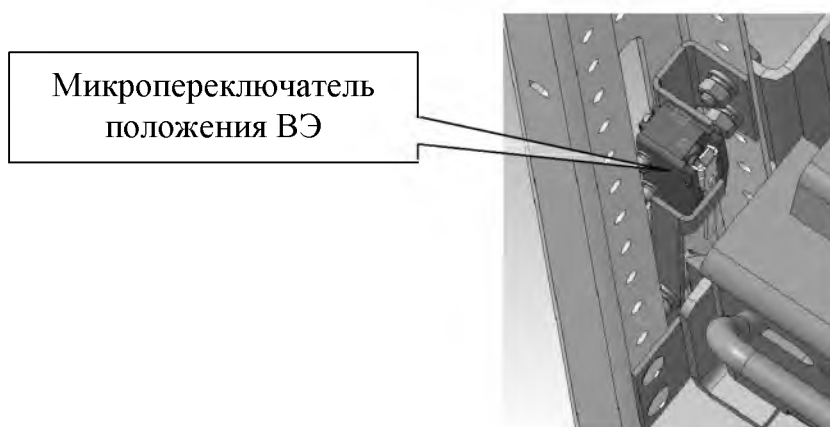

Рисунок 42 - Блокировка положения ВЭ
- Также предусмотрены блокировки, не позволяющие расфиксировать выдвижной элемент при положении каретки не в контрольном положении и запрет перемещения каретки выдвижного элемента из контрольного положения пока выключатель не зафиксирован в шкафу. При нахождении ВЭ не в контрольном положении ручки фиксации на приводе каретки ВЭ заблокированы, и лишь переместившаяся в контрольное положение каретка ВЭ нажимает на пластмассовые фиксаторы и расфиксирует ручки. При неполной фиксации привода каретки ВЭ цепь привода каретки разорвана контактами микропереключателя (Рисунок 42), а втулка ручного привода ВЭ заблокирована нераздвижными ручками фиксации, что не позволяет вставить рукоятку.